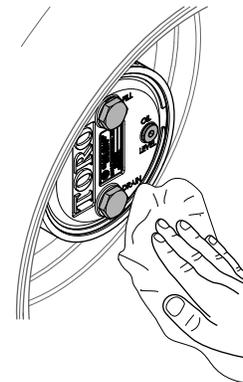

Figura 104
3. Limpe as estruturas do travão e da engrenagem planetária (Figura 104).